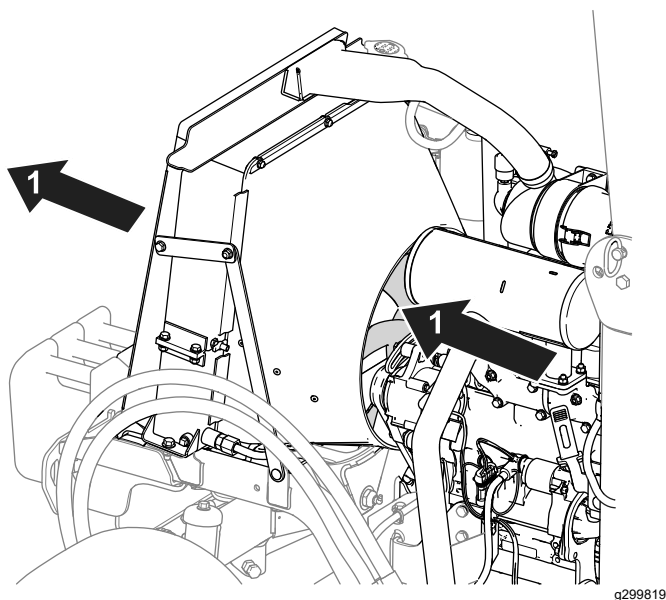

Рисунок 74
- Используйте сжатый воздух для очистки ребер радиатора. Направляйте воздух от машины (Рисунок 74).